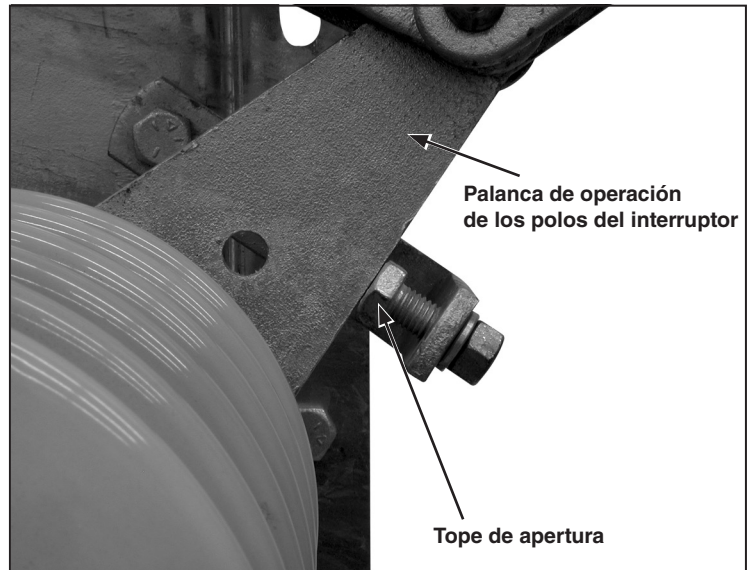

Figura 40. Verificación de que la palanca de operación del polo del interruptor está contra el tope de apertura.
**PASO 32.** Con la palanca de operación hasta donde llegue en la dirección de apertura, la palanca de operación del polo del interruptor debe descansar suavemente contra su tope de apertura según se muestra. Vea la Figura 40. Desernecesario, vuelva a ajustar la placa de tope de la posición de Apertura en la placa de apoyo de la chumacera base.